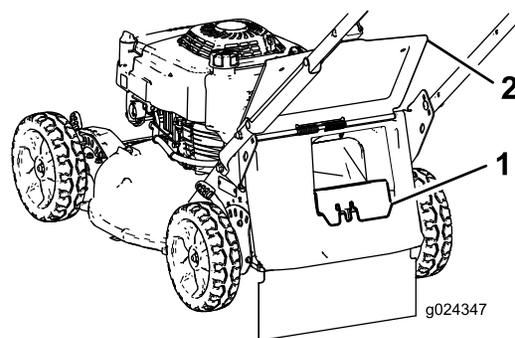

Figura 15
- Se il coperchio di scarico posteriore non è installato, afferratelo dalla maniglia, sollevate lo sportello posteriore e inseritelo nel condotto di scarico posteriore fino a bloccare il fermo in posizione (Figura 15).
3. Rimuovete il coperchio di scarico posteriore premendo il fermo con il pollice ed estraendo il coperchio dalla macchina (Figura 15).